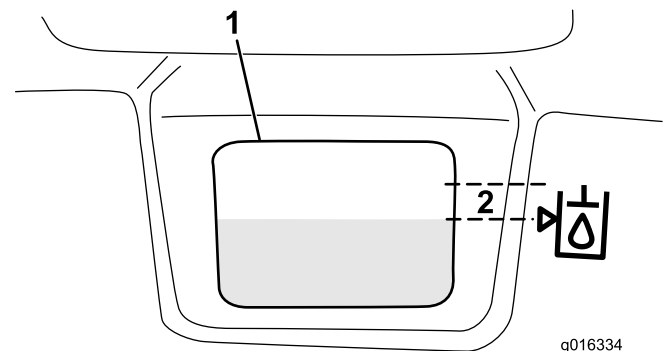

Figura 32
3. Llene lentamente el depósito con aceite hidráulico apropiado hasta que el nivel esté a 0,25 pulgadas (6 mm) o menos de la flecha del símbolo que está junto a la mirilla blanca de la parte delantera del depósito (Figura 32). No llene demasiado.